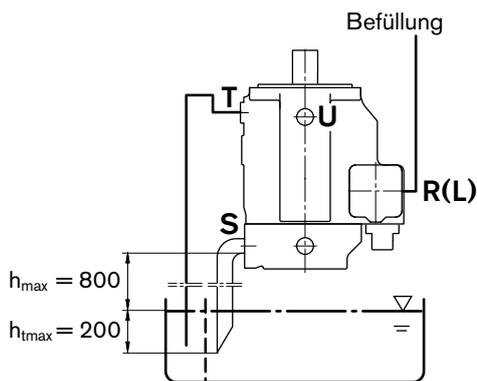

Bild 2
b) Wenn minimaler Flüssigkeitsspiegel unterhalb der Pumpenanflansfläche: Anschluss »R/L«, »T« und evtl. »S« gemäß Bild 2 verrohren. Bedingungen entsprechend Punkt 1.2.